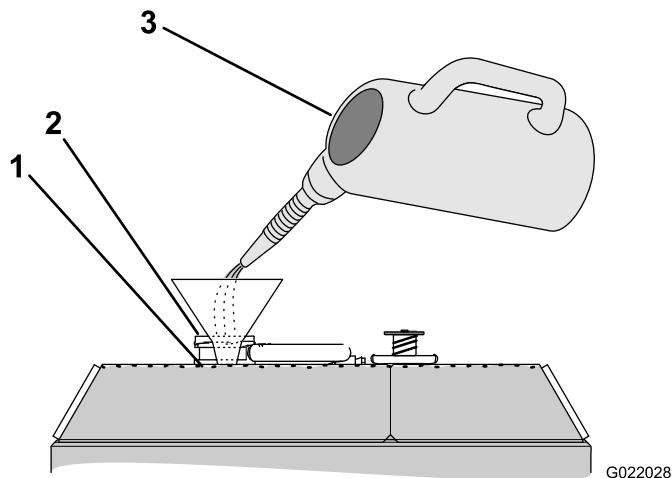

Рисунок 143
- 3. Залейте в радиатор охлаждающую жидкость так, чтобы ее уровень дошел до низа заливной горловины (Рисунок 143).